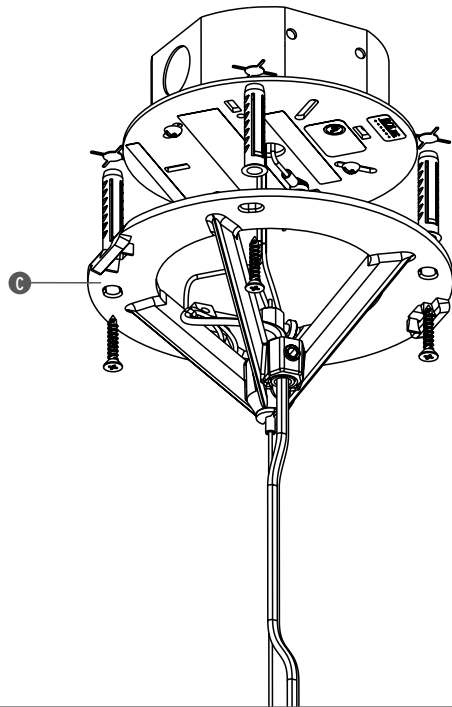
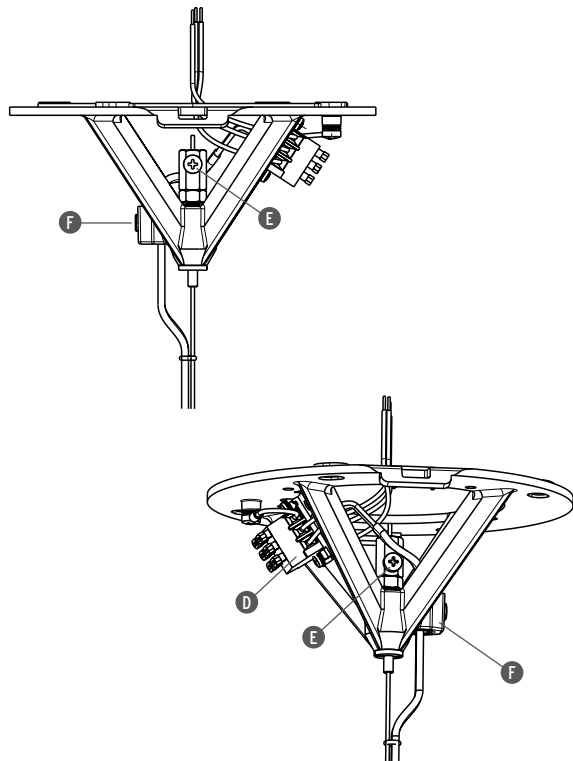

Fig. 1b
Fig. 2
<GB> Fig.1b Fix the wall attachment (C) to the ceiling using the screws and expansion nogs; **WARNING:** taking into account the luminaire weight, it is necessary to ensure its suitable mechanical support (either with a fixing independent from the outlet box, as shown in fig. 2, or using a suitable ceiling fixture support (at least 30Kg/65lb) **NOTE:** Select and employ screw anchors which are suited to the surface where the appliance is to be installed.
<FR> Fig.1b Fixer la structure (C) au plafond en utilisant les vis et les vis tamponnées. **ATTENTION:** il faut que le support mécanique soit adapté au poids de la lampe (par l'intermédiaire d'un système de fixation indépendant de la boîte de connexion, comme montré sur la fig. 2, ou en utilisant un support pour plafond approprié (au moins 30kg/65lb). **NOTE:** Choisir et utiliser des systèmes d'ancrage à vis adaptés aux surfaces sur lesquelles la structure doit être montée.
<SP> Fig.1b Fijar la estructura (C) al techo usando los tornillos y los tacos de expansión. **ATENCIÓN:** es necesario que el soporte mecánico sea adecuado al peso de la lámpara (a través de un sistema de fijación independiente de la caja de conexión, como enseñado en fig. 2) o usando un soporte para techos adecuado (por lo menos 30kg/65lb). **NOTA:** Elegir y usar sistemas de fijación con tornillo adecuados a la superficie sobre la cual hay que montar la estructura.
<J> 図1のB、ネジとロウルプラグで支持構造(C)を天井に固定します。注意: 支えは照明器具の重量に耐え得る物でなければなりません。(図2のように、アウトレットボックスから独立した固定方法、または、取り付けの天井に適した支えをご利用ください(少なくとも30KGに耐える))。注記: 器具を固定する壁面にあった素材のネジをお選び下さい。
<GB> Fig.2 Disconnect the feed cables from the terminal board (D); loosen the screw (E) and the dowel (F), then regulate the size of the cables of the apparatus to the desired height and cut off any excess; Reset the connections in the terminal board (D) and tighten the screw (E) and nut (F) to block the feed cable and steel cable.
<FR> Fig.2 Débrancher les câbles d'alimentation du serre-câbles (D); dévisser la vis (E) et la clavette (F), régler la mesure des câbles de l'appareil à la hauteur voulue et couper le surplus éventuel; rétablir les raccordements dans le serre-câbles (D), revisser ensuite la vis (E) et la clavette (F) pour bloquer le câble d'alimentation et le câble en acier.
<SP> Fig.2 Desconectar los cables de alimentación de la tabla de bornes (D); aflojar el tornillo (E) y el grano (F), luego regular la medida de los cables del aparato a la altura deseada y cortar el posible exceso; restablecer las conexiones en la tabla de bornes (D) y luego atornillar el tornillo (E) y el grano (F) por bloquear el cable de alimentación y el cable de acero.
<J> 図2. 内端子盤(D)から電気ケーブルを取り外し、ネジ(E)とネジ受け(F)をゆるめ器具の電気ケーブルを必要な高さに合わせて長さを調整し、余分な部分を切ります。続いて再び端子盤(D)と電気ケーブルを接続し、ネジ(E)とネジ受け(F)で電気コードと針金を固定します。